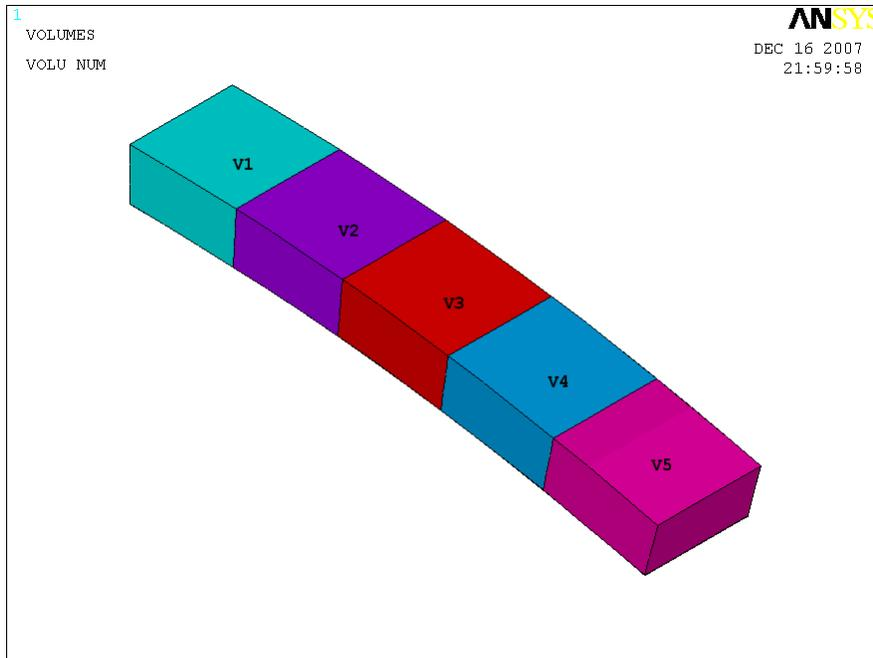

Рисунок 30. Объемы модели с номерами
Для отображения объемов необходимо воспользоваться пунктом меню (Рисунок 30):
- Далее необходимо с помощью «мыши» выбрать объем **V4** (Рисунок 30) и нажать кнопку **OK** в окне выбора **Reselect volumes**.